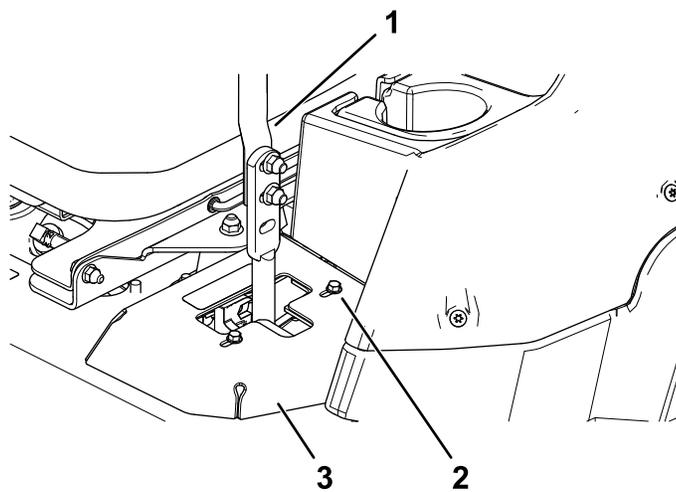

Figura 46
- Se la macchina tende a destra, allentate i bulloni e regolate la piastra di battuta sinistra spostandola indietro sulla fessura a T sinistra finché la macchina non procede in linea retta (Figura 46).
- Se a macchina tende a sinistra, allentate i bulloni e regolate la piastra di battuta destra spostandola indietro sulla fessura a T destra finché la macchina non procede in linea retta (Figura 46).
8. Serrate la piastra di battuta (Figura 46).